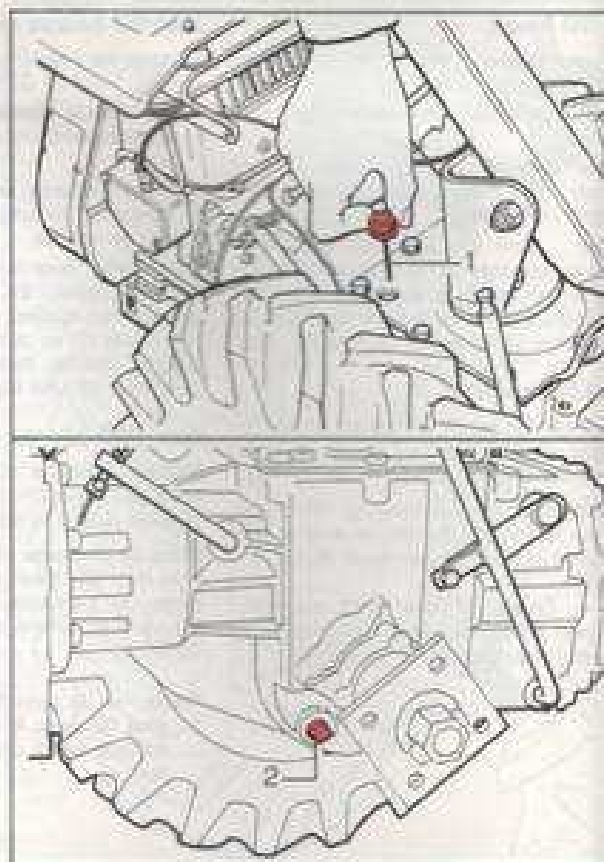

Fig. 15 - Bild 15
Scatola del cambio: controllare il livello dell'olio (vedere la fig. 15); allo scopo svitare il tappo dotato di asta (1). Il livello è regolare quando si trova in corrispondenza della tacca superiore (MAX.).
Gearbox: check oil level (see fig. 15); to do so screw out stick filler (1); oil level is correct when it is close to top mark (MAX).
Boîte de vitesses: vérifier le niveau de l'huile (voir fig. 15); dévisser le bouchon muni de jauge (1). Le niveau est correct quand il se trouve à proximité de l'encoche supérieure (MAX.).
Schaufelgetriebe: Ölstand prüfen, durch Abschrauben des mit Messstab versehenen Verschlussdeckels (1) (siehe Bild 15). Der Ölstand muss auf gleicher Höhe der oberen Marke (MAX) liegen.
Scatola del cambio: sostituire l'olio (vedere la fig. 15). Togliere il tappo di scarico posto sotto la scatola cambio (2) ed il tappo con asta (1) per facilitare lo scarico, quindi lasciare sgocciolare per almeno 10 minuti. Rifornire quindi con olio prescritto, dopo aver rimesso il tappo inferiore, fino al livello prescritto.
Gearbox: change oil (see fig. 15). Remove the drain plug located under the gearbox (2) and dipstick plug (1) to make drain easier. Let oil drip out for 10 minutes at least. Replace the lower plug and refill with the prescribed oil up to the level recommended.
Boîte de vitesse: changer d'huile (voir fig. 15). Enlever le bouchon de vidange situé au-dessous de la boîte du changement de vitesses (2) et le bouchon à jauge (1) pour faciliter l'évacuation et laisser égoutter pour 10 minutes au moins. Après avoir remis le bouchon inférieur, rajouter de l'huile jusqu'au niveau indiqué.
Schaltgetriebe: das Öl wechseln (siehe Bild 15). Die Ablasschraube unter dem Schaltgetriebegehäuse (2) sowie den mit Messstab versehenen Verschlussdeckel (1) abnehmen, um den Ablass zu erleichtern. Dann über mindestens 10 Minuten austropfen lassen. Nach Wiedermontage der unteren Verschlusschraube die Nachfüllung mit dem vorgeschriebenen Öl vornehmen.